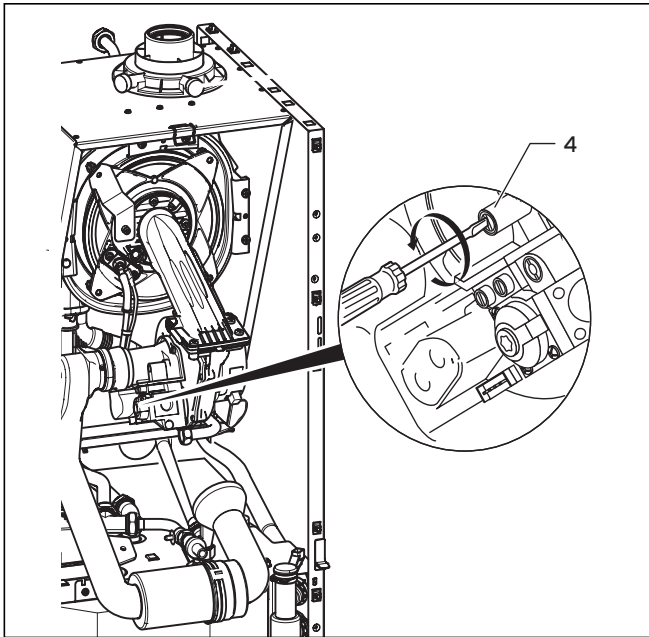

Abb. 7.6 Luftzahl einstellen
- Drehen Sie die Luftzahl-Einstellschraube (4, Abb. 7.6) behutsam rechts herum (im Uhrzeigersinn), um den CO₂-Gehalt zu verringern.